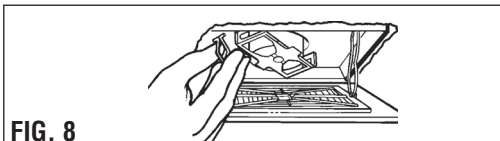

FIG. 8
9. Squeeze the grille springs and insert into the two slots on the motor plate. Push grille up until grille legs or grille is flush with ceiling or wall (FIG. 8).
9. Serrer les ressorts de la grille et les insérer dans les deux fentes sur la plaque du moteur. Pousser la grille jusqu'à ce que les pattes de la grille ou la grille soient à ras avec le plafond ou le mur (FIG. 8).